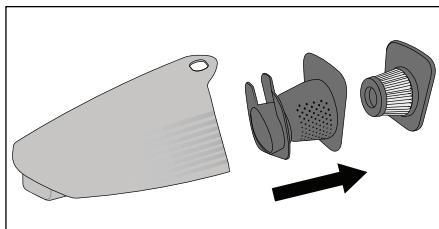

Abb. 3
- Um beste Ergebnisse zu erzielen, leeren Sie den Schmutzbehälter **⑧** und reinigen Sie den HEPA-Filter **⑥** regelmäßig.
- Um den Schmutzbehälter **⑧** zu öffnen, nehmen Sie das Handteil **④** aus der Handteilmulde **⑩**.
- Drücken Sie die Entriegelungstaste **▲ ⑤** und ziehen Sie gleichzeitig den Schmutzbehälter **⑧** nach vorne ab.
- Ziehen Sie zunächst den HEPA-Filter **⑥** und dann den Grobfilter **⑦** aus dem Schmutzbehälter **⑧** heraus (Abb. 3). Klopfen Sie beide Teile über einem Mülleimer o. Ä. aus. Bei Bedarf können Sie den HEPA-Filter **⑥** mit klarem Wasser abspülen. Lassen Sie ihn anschließend an der Luft vollständig trocknen.